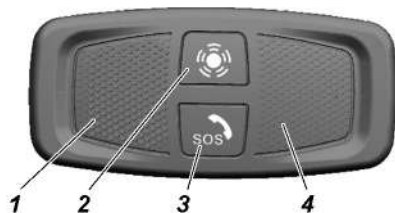

Рис. 3.23. Блок интерфейса пользователя:
- блок интерфейса пользователя (БИП) с кнопкой «SOS» 3 (рис. 3.23);